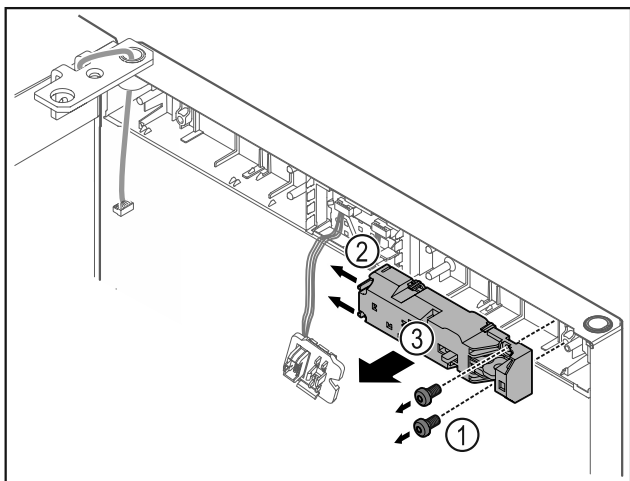

Fig. 17
- ▶ Odstranite vijake Fig. 17 (1).
- ▶ Zaklepni zatič Fig. 17 (2) potisnite v stran in snemite daljinski zaklepni element Fig. 17 (3).